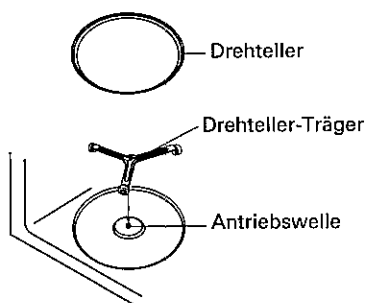

Abb. 1.
1. Den Drehteller-Träger auf die Antriebswelle legen. (Siehe Abb. 1.)